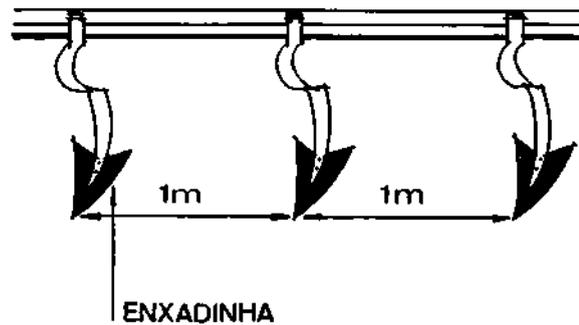

fig. 5
- Regule a distancia entre as enxadinhas, para sulcar no espaçamento recomendado (fig. 5).